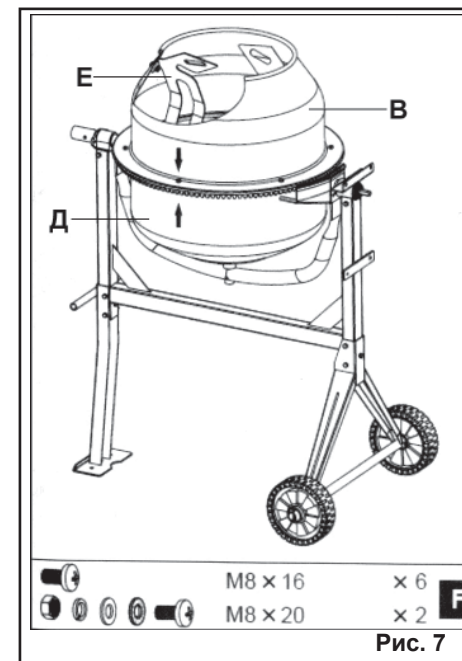

Рис. 7
6.6. Установите на нижнюю часть барабана (Д) верхнюю часть барабана (В) Совместите установочные стрелки верхней части барабана с нижней, как показано на Рис. 7. Соедините обе части барабана, используя винты из пакета Ф.